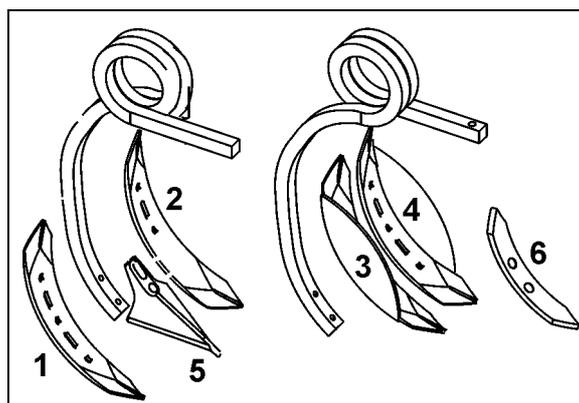

Рис. 14
- **Винтовая лапа (75 мм) (Рис. 14/1,2)**
- **Крайние лапы для винтовой лапы (Рис. 14/3,4)**
- **Лапа для стерни (Рис. 14/5)**
- **Остроконечная лапа (50 мм) (Рис. 14/8).**